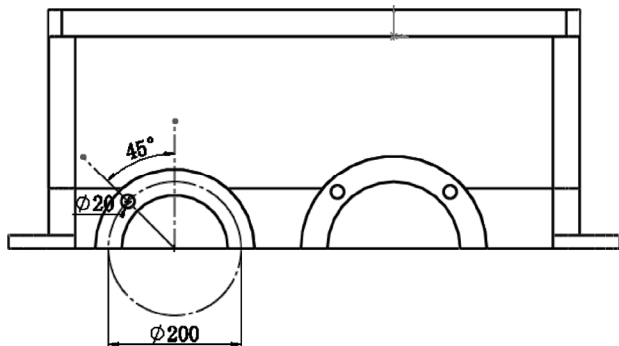

图 9-74 绘制小端盖安装孔草图
**①** 绘制圆。选择菜单栏中的“工具”→“草图绘制实体”→“圆”命令，或单击“草图”控制面板中的“圆”按钮，以小轴承安装孔凸缘的圆心为圆心画圆，系统弹出“圆”属性管理器。勾选“作为构造线”复选框，并设置直径尺寸为 200。
**②** 绘制中心线。选择菜单栏中的“工具”→“草图绘制实体”→“中心线”命令，或单击“草图”控制面板中的“中心线”按钮，绘制一条过小轴承安装孔圆心的垂直中心线，过小轴承安装孔中心绘制另一条中心线与垂直中心线成 45° 角，如图 9-74 所示。
**③** 创建小端盖安装孔。单击“草图”控制面板中的“圆”按钮，绘制小端盖安装孔草图，在弹出的“圆”属性管理器中设置小端盖安装孔的半径尺寸为 10，如图 9-74 所示。